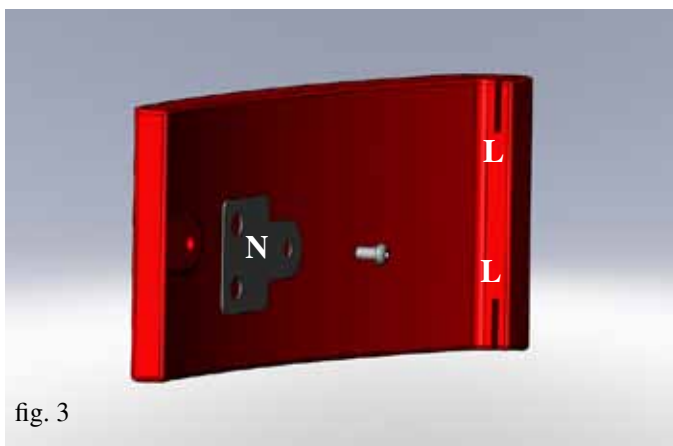

fig. 3
- Aplicar por la parte trasera de las cerámicas (1-2-3) las placas (N) fijándolas en los orificios previstos por medio de los tornillos suministrados (fig. 3).